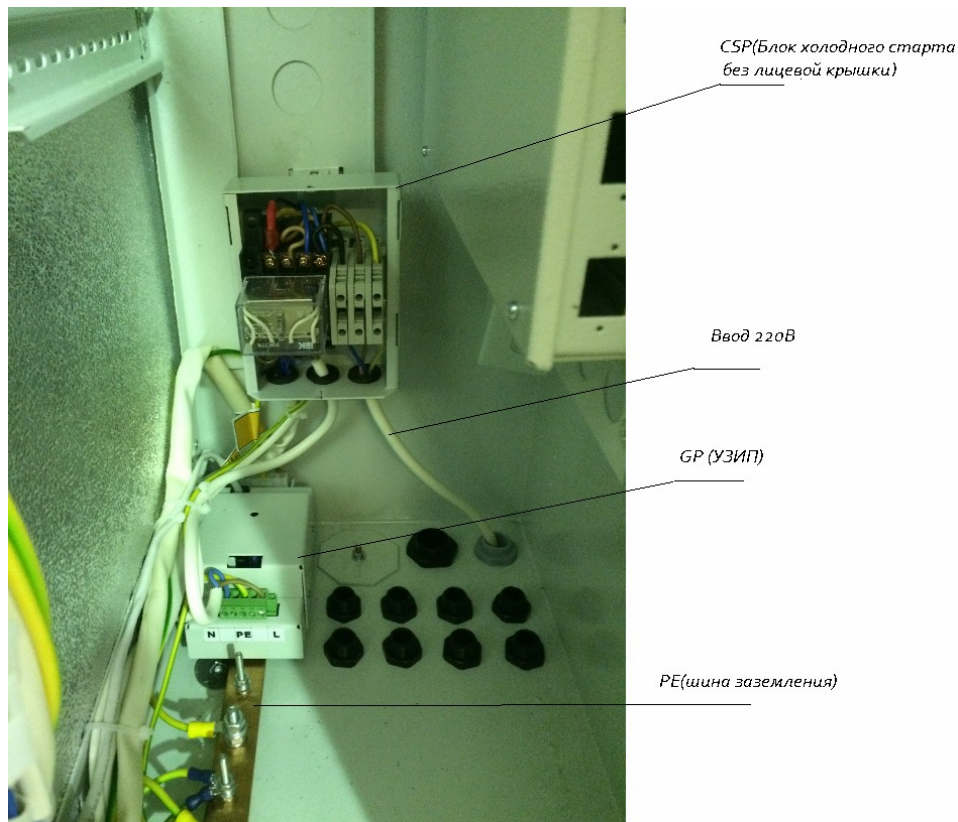

Рис. 16. Подключение сетевого кабеля к блоку CSP
6. Подключить жилы сетевого кабеля к вводным клеммам блока холодного запуска (см.рис. 16) в следующей последовательности: первый клеммник от реле N – нейтраль (синий провод), средний клеммник L - фаза (коричневый провод), дальний клеммник от реле РЕ – защитное заземление (жёлто-зелёный провод). (В зависимости от марки сетевого кабеля цвета жил могут отличаться от указанных).